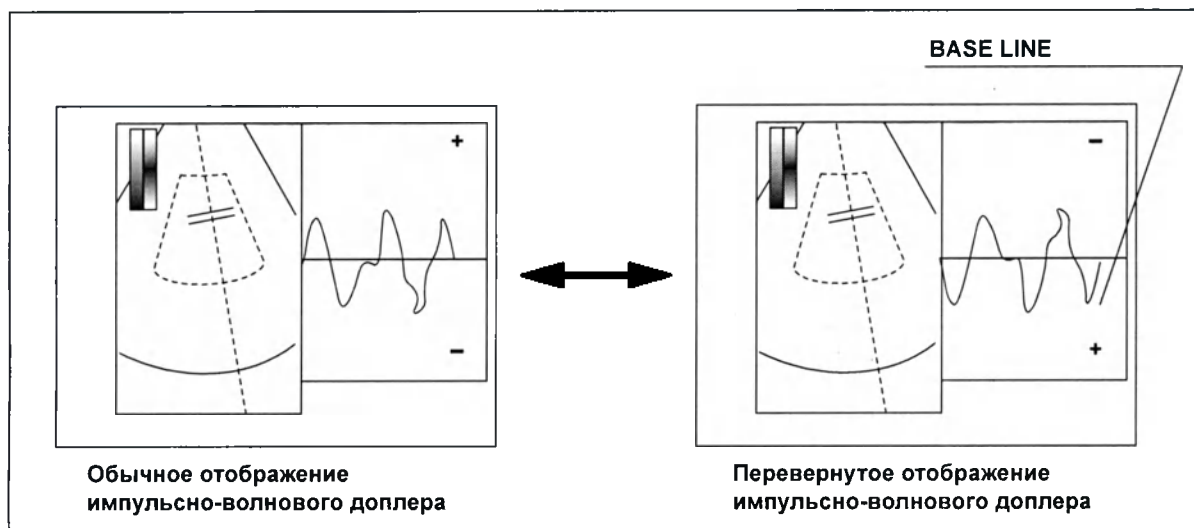

Рисунок 7.126
- Если отображение импульсно-волнового доплера перевернуто, кривые над линией развертки представляют информацию о скорости кровотока, который приближается к ультразвуковому эндоскопу (–), а кривые под линией развертки представляют информацию о скорости кровотока, который идет от ультразвукового эндоскопа (+). (см. рис. 7.126)